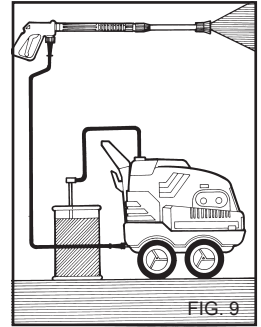

FIG. 9
- 3) Efter brug med rengøringsmiddel, skal indtagskredsløbet skylles igennem; sæt sugeslangen for rengøringsmidlet (fig. 9) i en beholder med rent vand og lad pumpen køre i 1 minut med doseringshanen helt åben og spydet sat til levering af rengøringsmidlet.